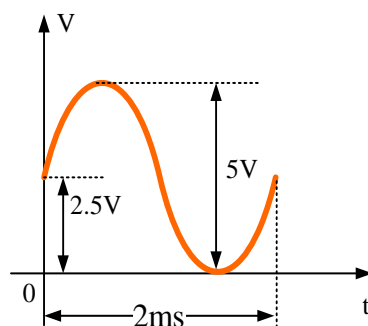

图 3 叠加在直流上的正弦波
- 1) 调节函数发生器，产生如图 3 所示叠加在直流上的正弦波信号，其中直流分量为 2.5V，交流分量峰峰值为 5V，信号频率为 500Hz；